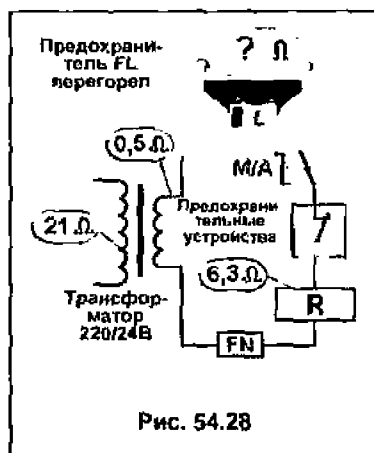

Рис. 54.28
Чтобы проиллюстрировать проблемы, возникающие при поиске неисправностей с помощью омметра, рассмотрим небольшую схему на рис. 54.28, запитанную через трансформатор 220/24В. Первичная обмотка трансформатора имеет сопротивление 21 Ом, вторичная - 0,5 Ом, и катушка реле R имеет сопротивление 6,3 Ом.
**Упражнение 1.** На схеме рис. 54.28 перегорел предохранитель FL.